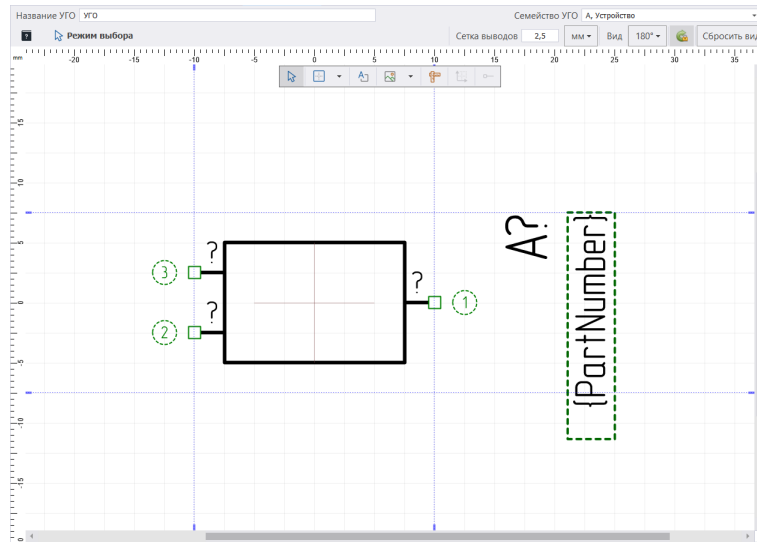

Рис. 184 Настройка параметров графики и атрибутов для отличного от базового представления (при повороте на 180°)
6. Переключиться на следующее выбранное представление (например, «180°») и настроить графику УГО и атрибуты, см. Рис. 184.